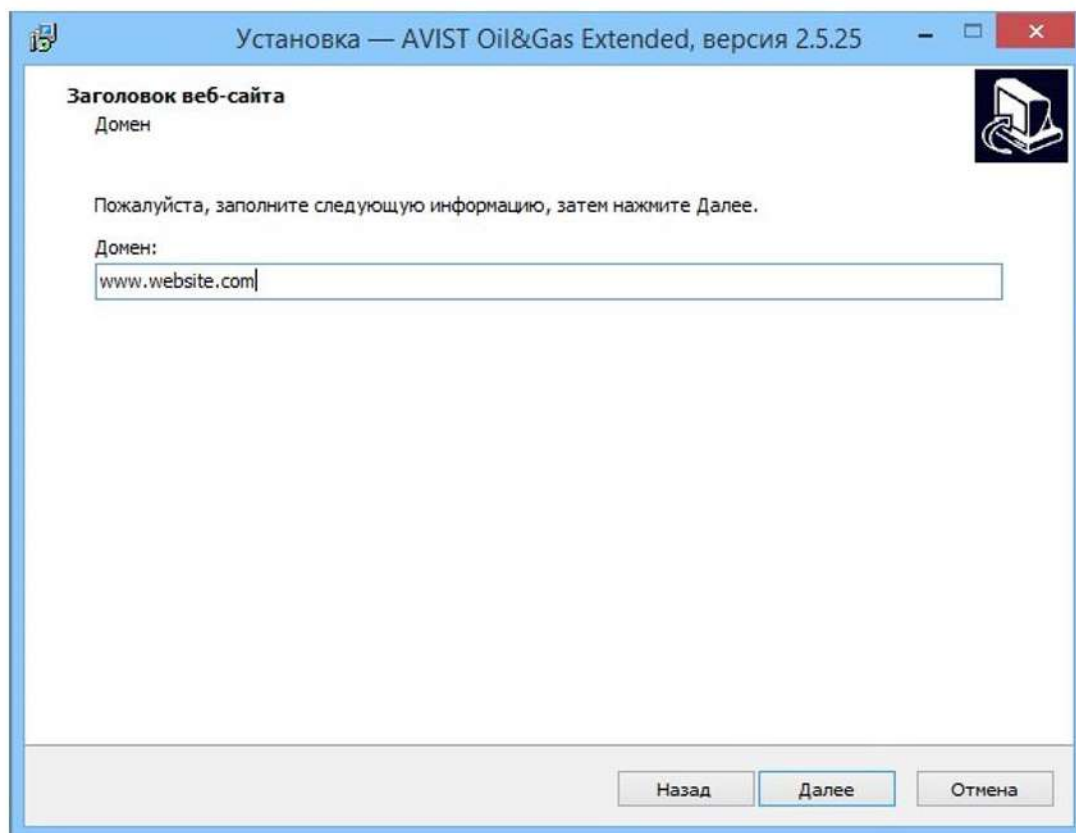

Рисунок 53 - Окно заголовка веб-сайта
- 8) Заполнить заголовок домена веб-сайта в следующем окне, нажать кнопку «Далее» (Рисунок 53). Имя обязательно должно быть внесено в DNS, оно связано с SSL сертификатом безопасности.